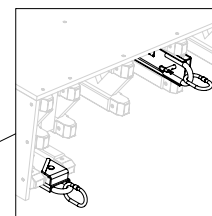
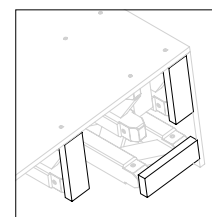

Fig. A2.08a
Fig. A2.08b
8. Se necessario, montare le staffe di sollevamento 24 in alto (Fig. A2.08a) e le tavole di scorrimento in basso (Fig. A2.08b).